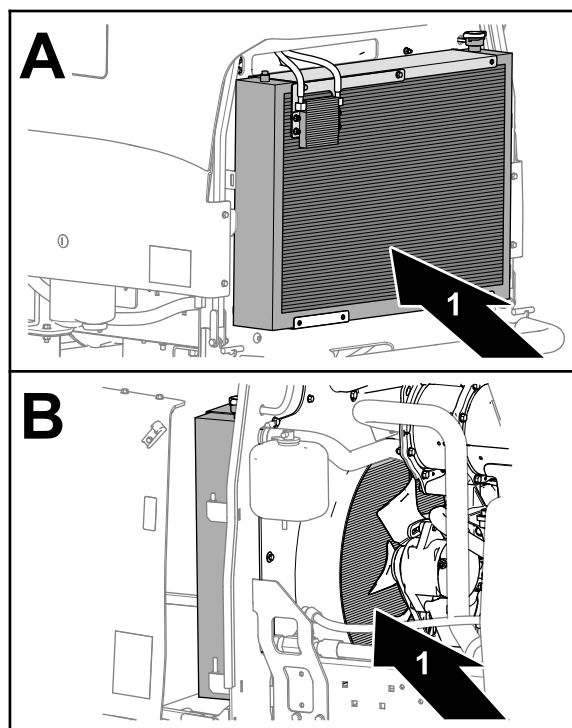

Figura 65
7. Pulite accuratamente entrambi i lati del radiatore e del refrigeratore dell'olio utilizzando aria compressa (Figura 65).